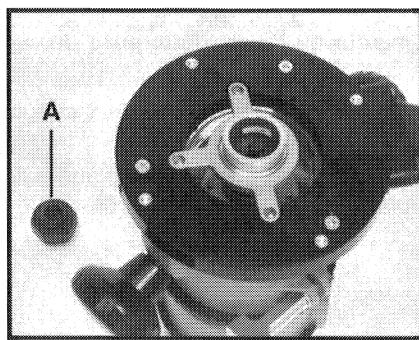

Fig. 4
2. Positionnez l'ensemble de guide de gabarit et d'insert dans les trois renflements de la partie inférieure de la base d'aspirateur (voir Fig. 4) et fixez à l'aide de trois vis No. 4-40 x  $\frac{1}{4}$  po tirées du jeu de ferrures de montage.
Sur les modèles de toupie pourvus du gros écrou de retenue (A) de douille, Fig. 4, vous pouvez régler la profondeur de la toupie de manière à mettre le chanfrein sur l'écrou de retenue de douille en contact avec le chanfrein de l'écrou de retenue du guide de gabarit. Ceci assurera un alignement précis du guide sur la douille.
Sur les modèles de toupie NON pourvus du gros écrou de retenue de douille (A) Fig. 4, l'alignement doit être effectué visuellement.